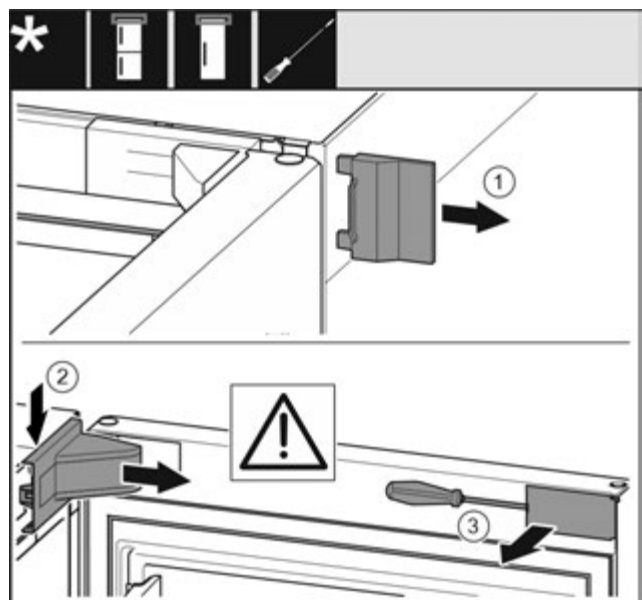

Fig. 6
► Зніміть зовнішню кришку. Fig. 6 (1)
- ▶ Звільніть і ослабте кришку опорного кронштейна. Зніміть кришку опорного кронштейна. Fig. 6 (2)
- ▶ За допомогою шліцевої викрутки звільніть від фіксатора та поверніть убік накладку. Fig. 6 (3)